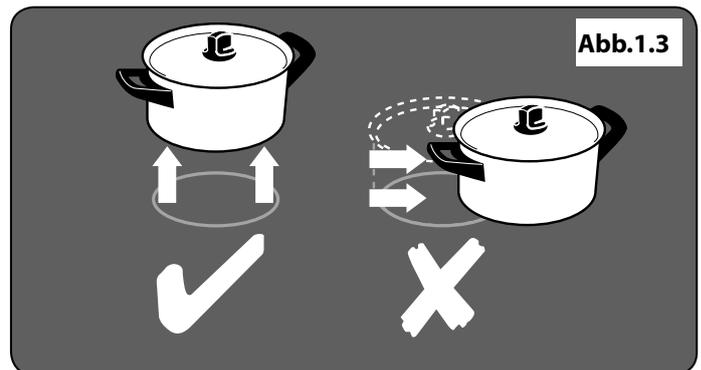

Abb.1.3
- Töpfe immer vom Kochfeld ABHEBEN. Rutschende Töpfe können Flecken und Kratzer verursachen (**Abb.1.3**).